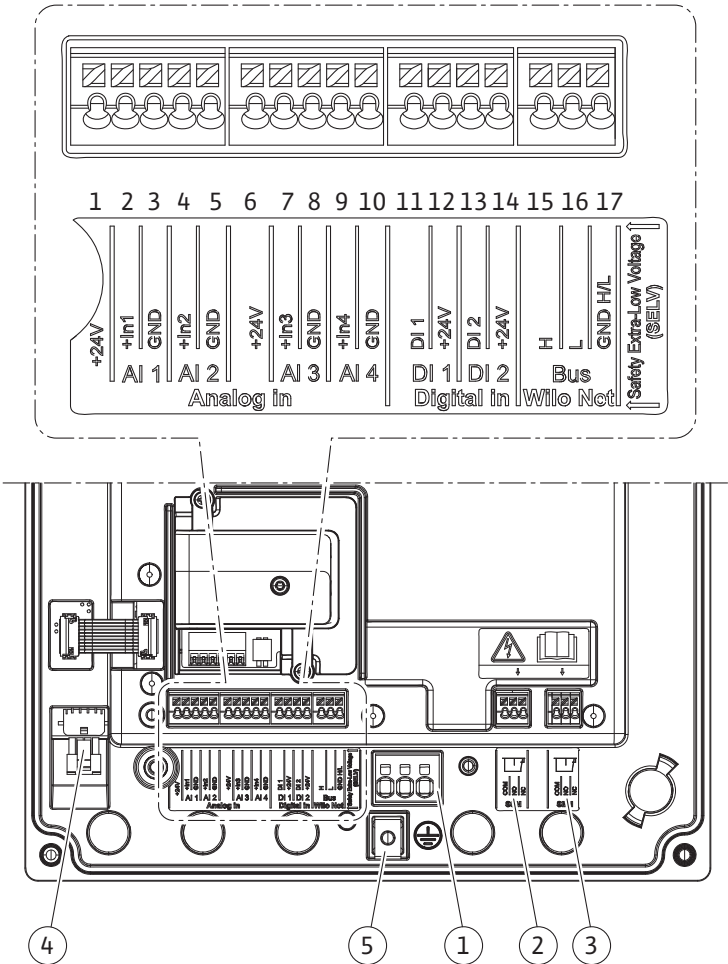

Fig. 19: Panoramica morsetti all'interno del modulo
4. Inserire il cavo di collegamento attraverso il pressacavo M25 (Fig. 19, pos. 1). Serrare il pressacavo con la coppia prescritta.